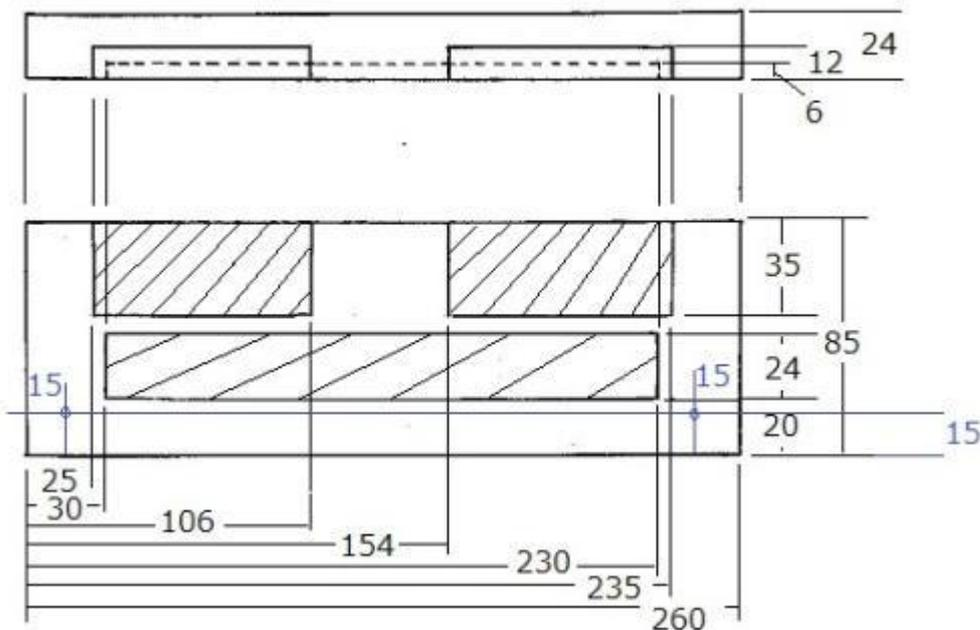

図29 ⑪と⑫の工作
14. ⑪と⑫の工作
⑪と⑫の板の裏にする面を上にして、図29のように線描きします。
裏返してみても、表面が平らにつながっていることを確かめます。もし段があったら、図29で掘っ